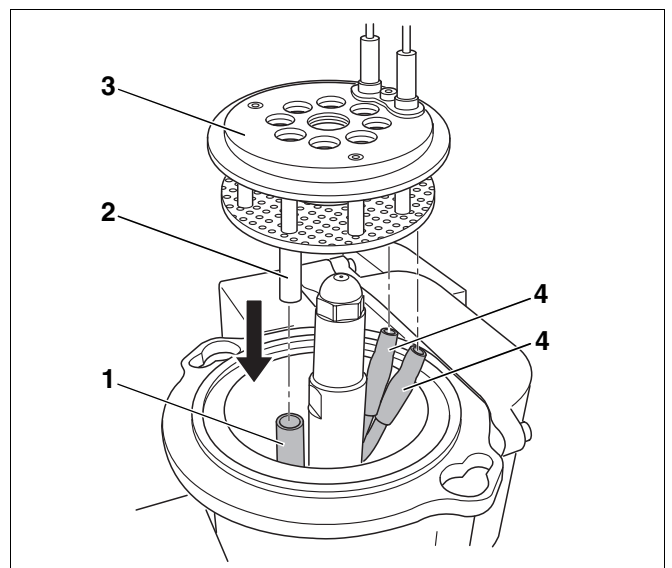

Abb. 35 Mischsystem montieren
- Mischsystem (Abb. 35, **Pos. 3**) wieder einsetzen.
- Zündleitungen (Abb. 35, **Pos. 4**) korrekt befestigen.
- Sichtrohr (Abb. 35, **Pos. 2**) in das Halterohr (Abb. 35, **Pos. 1**) schieben.